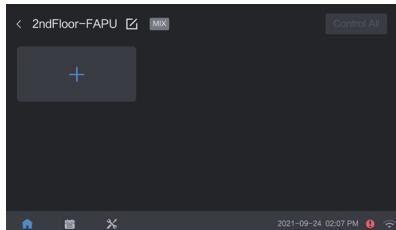

Рис. 9. Отдельные устройства — выберите устройства
- 2 Выберите устройства для добавления из отдельных устройств (см. Рисунок 9. Отдельные устройства – Выбор устройств). Нажмите кнопку «Добавить в» в правом верхнем углу, чтобы добавить устройства в нужную группу. Вы можете добавить устройства в группу с однотипными устройствами или в группу со смешанными типами устройств (список пуст, если группа с однотипными устройствами недоступна).